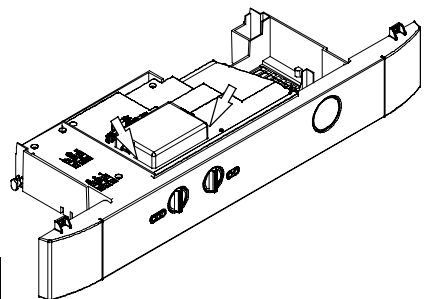

fig. 5.20
– Togliere le due viti indicate in fig. 5.20 e aprire il coperchio della morsetteria collegamento comando remoto.